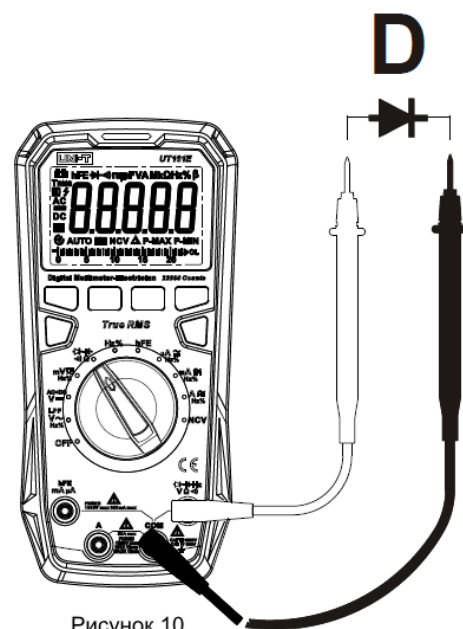

Рисунок 10
7. Диодный тест (см. рисунок 10)